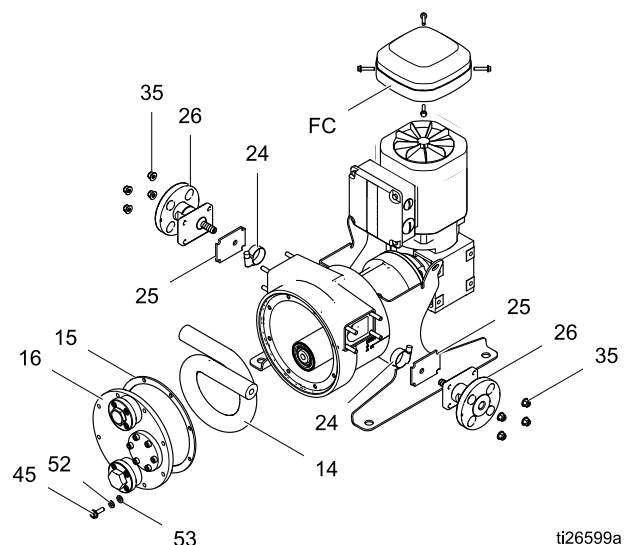

Figure 2 Schlauch installieren oder entfernen
2. Siehe Abbildung 2 auf Seite 10. Mit einem Schraubenschlüssel die Schrauben (45) und Scheiben (52, 53, falls vorhanden) entfernen, die die vordere Abdeckung (16) halten, dabei die obere Schraube und Scheibe (falls vorhanden) zuletzt abnehmen. Die Abdeckung von der Pumpe nehmen. Wenn der Deckel fest sitzt, die Dichtung zwischen Abdeckung und Gehäuse vorsichtig mit einem Flachkopf-Schraubendreher aufbrechen.